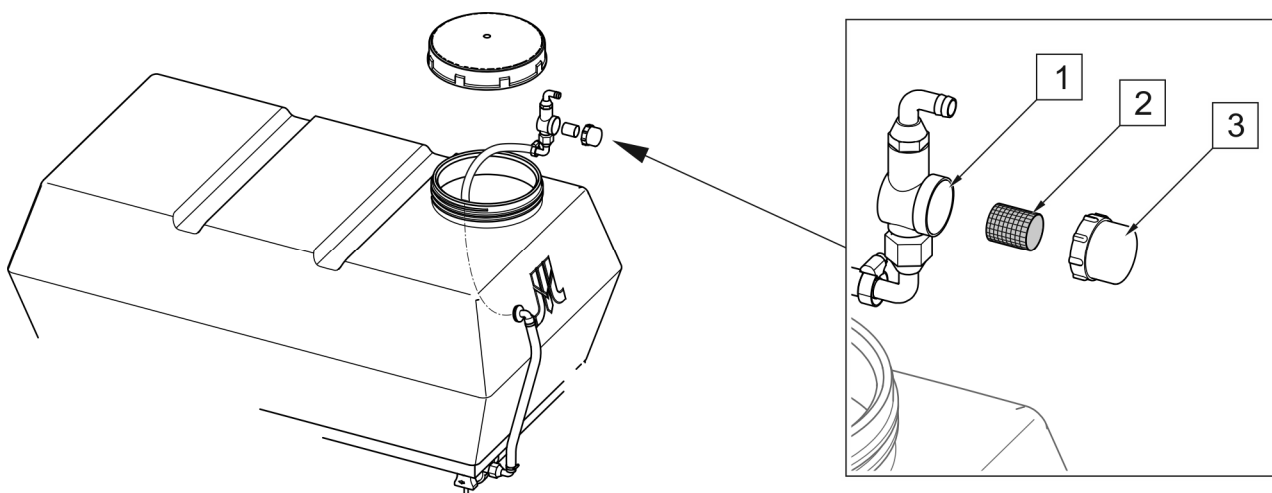

РИСУНОК 5.10 Фільтр в баку для води
(1) - корпус фільтра; (2) - сітчастий картридж; (3) - кришка
В баку є фільтр для води (РИСУНОК 5.10), розташований на всмоктувальній трубі (стосується насоса кат. №2095-161-2401). Щоб очистити фільтр, вийміть його разом зі шлангом через отвір в баку, відкрутіть кришку (3) і зніміть сітчастий картридж (2), а